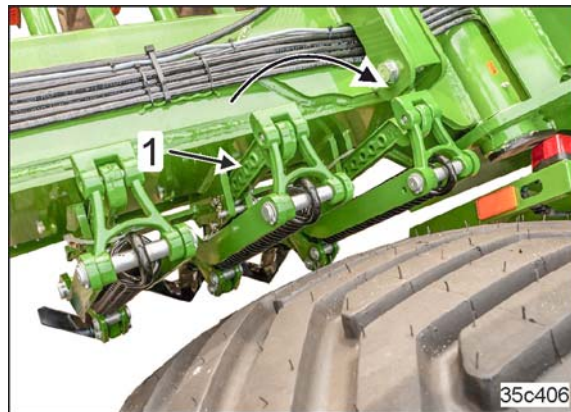

Fig. 197
2. Arbeitstiefe durch Umstecken der Spurlockerer (Fig. 197/1) in die gewünschte Position bringen